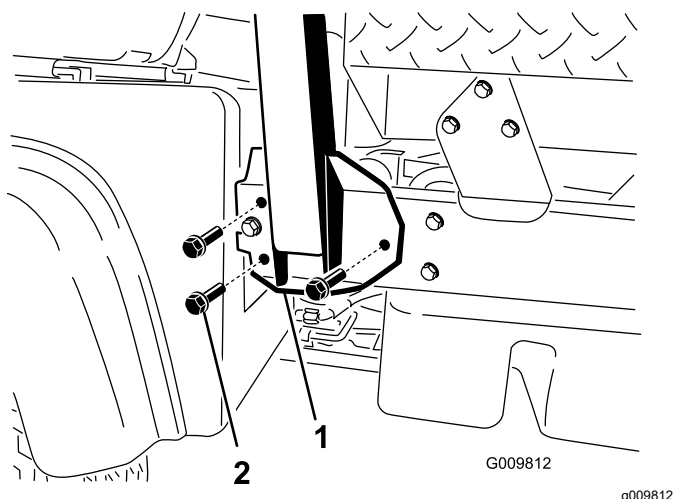

Figure 4
1. Placez chaque côté du système ROPS en face des trous de montage dans le cadre de chaque côté de la machine, comme montré à la Figure 4.